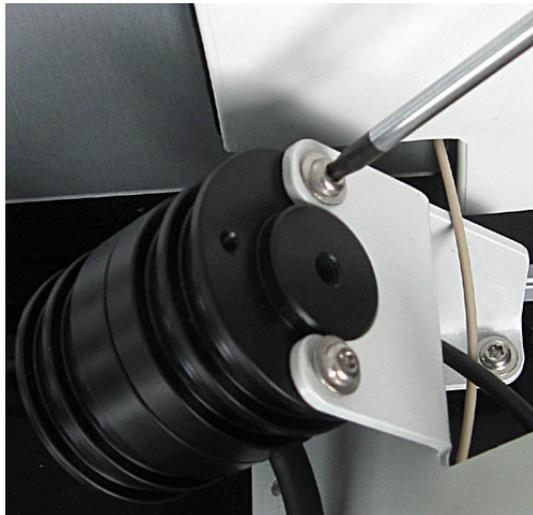

Abb. 22: Leitfähigkeits-Messzelle abschrauben
4. Lösen Sie die beiden Schrauben zur Befestigung der Messzelle an der Halterung mit einem Schraubendreher (TX10, im Zubehör enthalten) und entnehmen Sie die Messzelle aus der Halterung (→ Abb. 22).